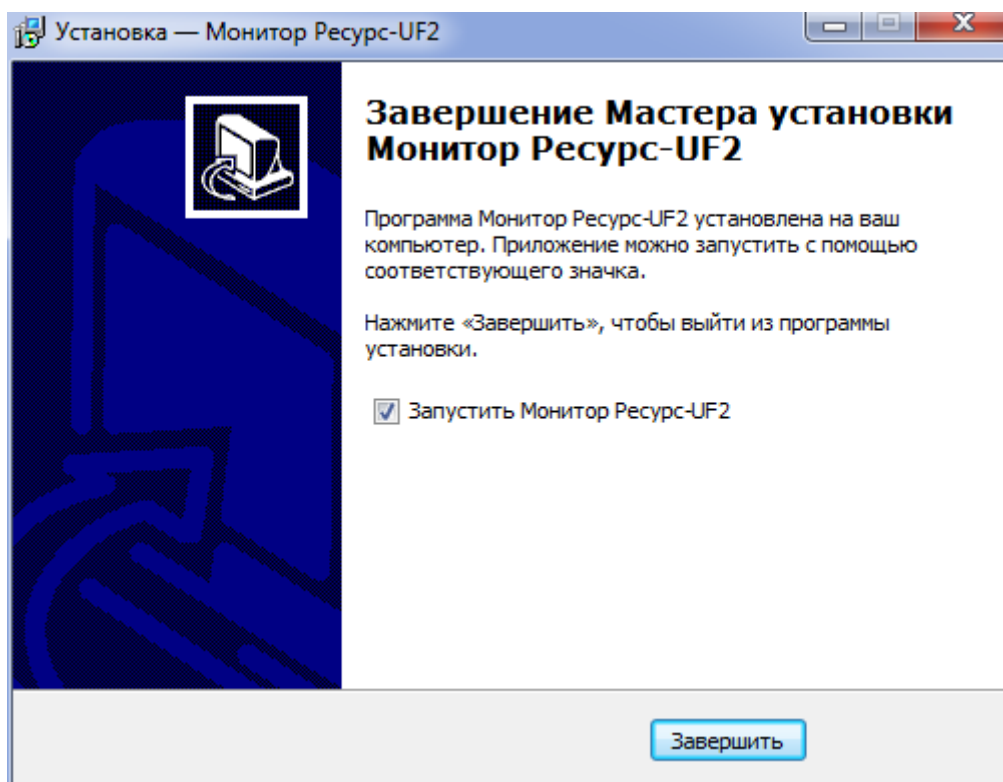

Рисунок 2.6 Сообщение об окончании установки программы
2.2.6 После успешного окончания копирования выводится соответствующее окно «Установка завершена» (рисунок 2.6). Для выхода из программы установки необходимо нажать кнопку «Завершить». Запуск программы может быть произведен с помощью указателей в меню «Пуск».